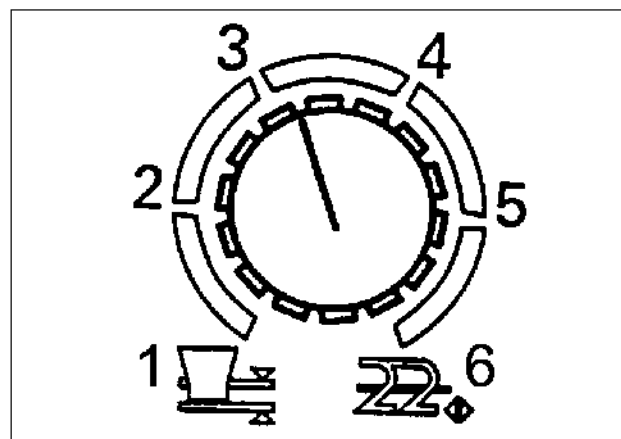

Рис. 5-43. Настройка комбинированного режима / регулирования тяги / положения
## Работа с навеской (рис. 5-43)
**Поз. 1 — рис. 5-43** Регулировка положения, когда рабочее оборудование должно удерживаться в постоянном положении. Поверните рукоятку против часовой стрелки.
**Поз. 6 — рис. 5-43** Регулирование тяги, когда рабочее оборудование заглубляется в почву, например при вспашке. Поверните рукоятку по часовой стрелке.
**Промежуточное положение: (2-3-4-5), рис. 5-43** Комбинированные положения. Одновременное регулирование положения и тяги; при обработке почв с сильно изменяющимися характеристиками, для глубокой обработки почвы или с глубокорыхлителями и т. п.
## Настройка комбинированного режима / регулирования тяги / положения (рис. 5-43)